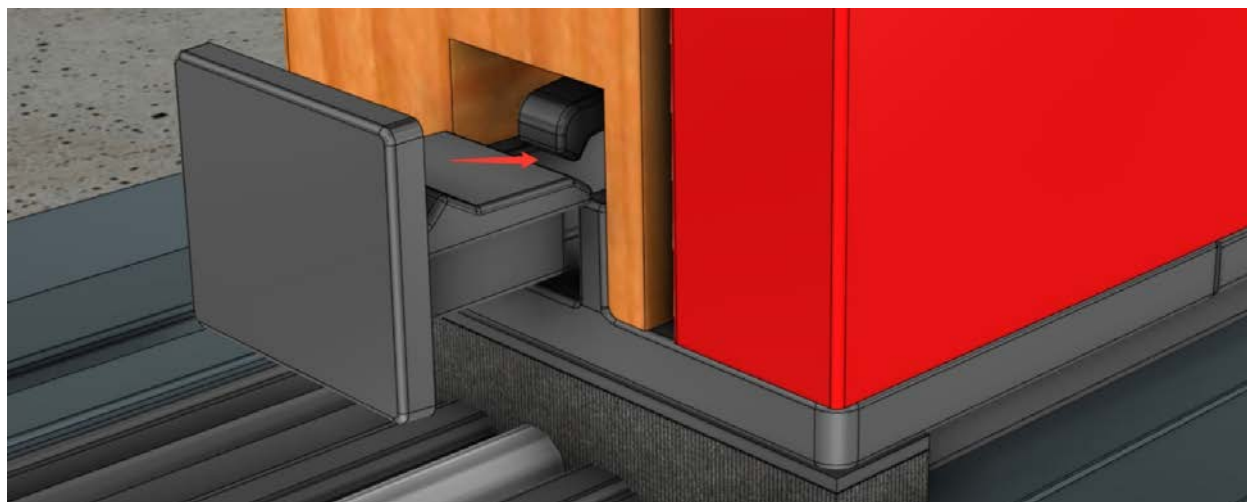

Fig A5
- Vuelva a colocar las tapas negras en el canal de ajuste de todos los paneles. Asegúrese de insertarlas debajo de la lengüeta visible en el canal (Fig. A5).